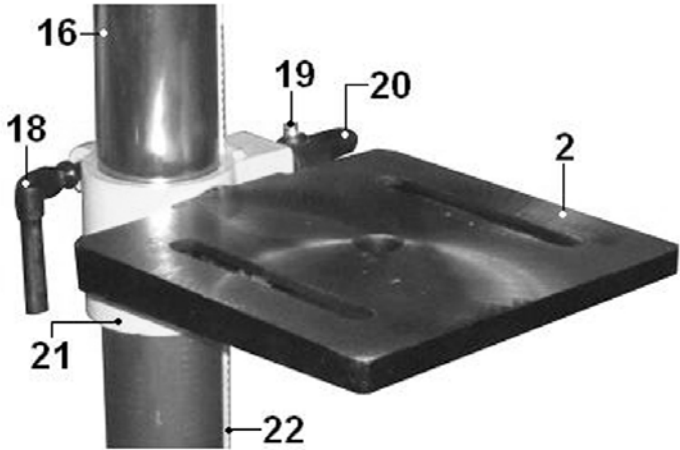

Рис.3.
9.6. Вращением ручки фиксации (18) надежно зафиксируйте положение разрезной муфты (21) рабочего стола (2) на колонне (16) Рис.3.
10.5. Установка высоты рабочего стола (2) задается ручкой (20) и фиксируется ручкой (18), Рис.3.